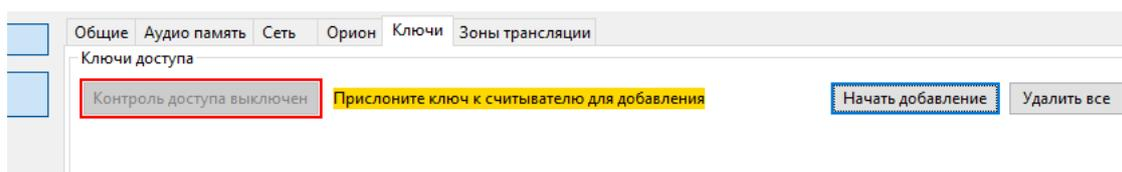

Рисунок 2.2.14. Добавление нового ключа доступа.
1) Нажать кнопку «Начать добавление». Появится надпись «Приложите ключ к считывателю для добавления» (Рисунок 2.2.14). На лицевой панели консоли начнет мигать индикатор «Доступ», синхронно с ним будет звучать длинный звуковой сигнал.